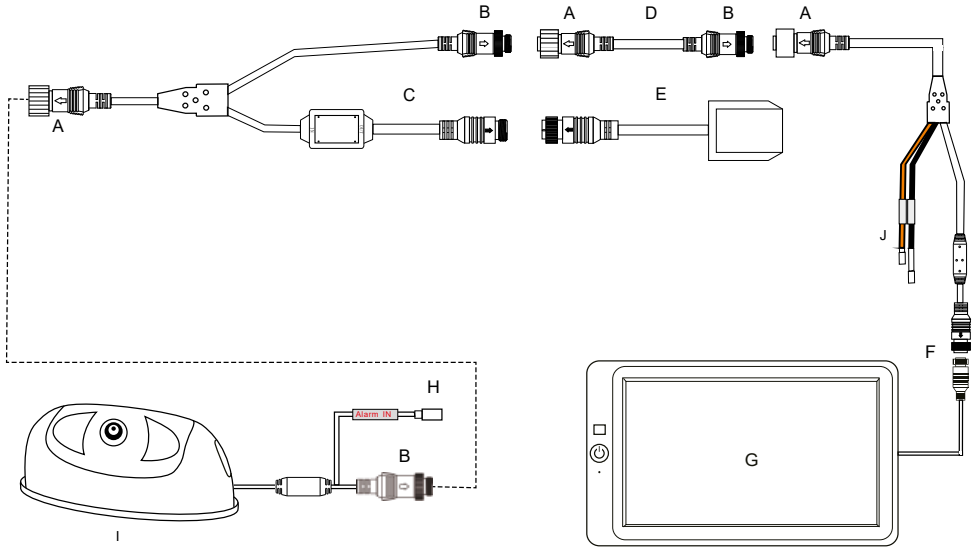

Abb. 3: Anschluss der GPS-Antenne und des Alarmeingangs
- **Adapter 5:** GPS-Antenne (Abb.3)